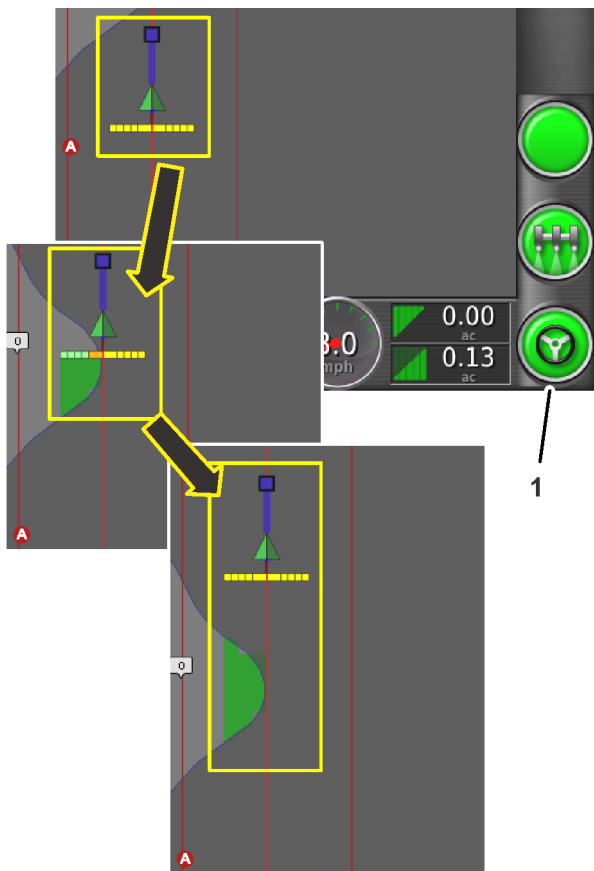

Bild 22
6. Drücken Sie das Autosteer-Symbol in der unteren rechten Ecke der Steuerkonsole (Bild 22) oder betätigen Sie den Schalter zum Ein- und Ausschalten der Maschine (Bild 20).